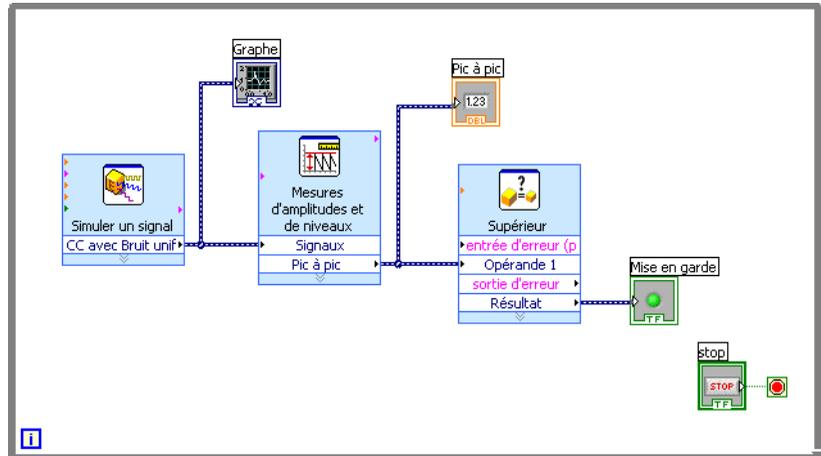

Figure 2-5. Diagramme du VI Voyant de mise en garde
1. Sur le diagramme, déplacez le terminal **Mise en garde** à droite du VI Express Supérieur. Assurez-vous que le terminal **Mise en garde** est à l'intérieur de la boucle grise, comme dans la figure 2-5.
Le diagramme devrait maintenant être semblable à la figure 2-5.